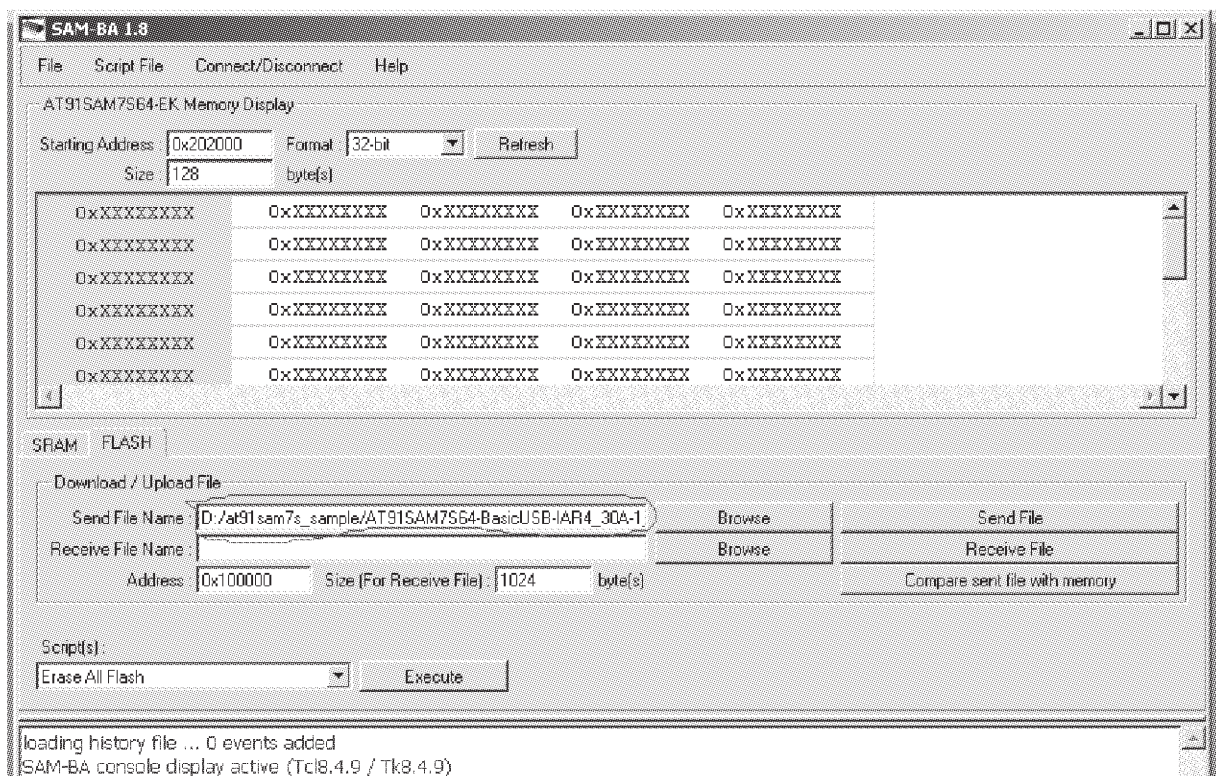

图 5.4 选择更新程序
6)在“SRAM/FLASH”标签中选择“FLASH”标签。点击“Send File”后的“Browse”按钮,找到存放这下载到的更新程序(HC6000_X_XX.bin)文件,点击确定。如图 5.4 所示。